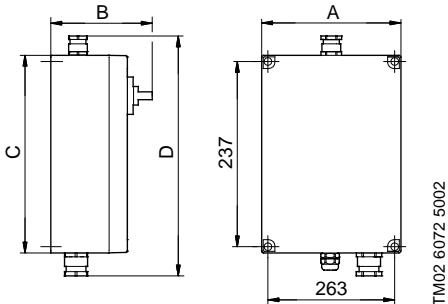

Fig. 6
- Ta bort automatikskåpet front och montera skåpet på en plan yta med fyra skruvar genom fästhålen i automatikskåpets bakgavel, se fig. 6. Kabelgenomföringarna för pumpen och nivåvippan skall vara vända nedåt.